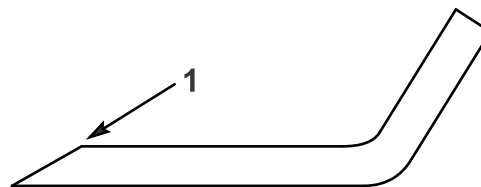

Figure 40
1. Au moyen d'une lime, aiguissez les tranchants aux deux extrémités de chaque lame (Figure 40).